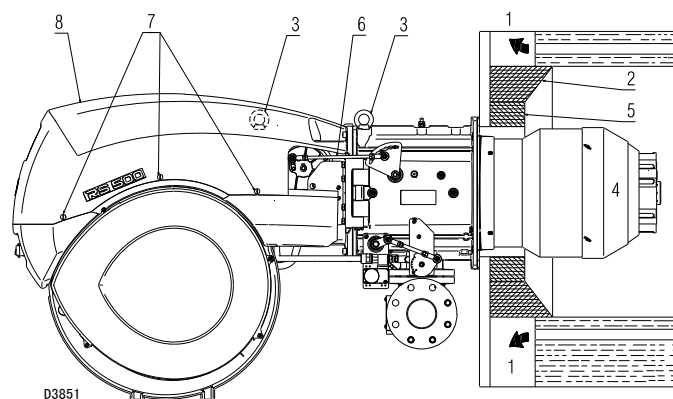

图 11
对于有前烟道或回焰式锅炉 1（图 11），用耐火材料制成的防护炉衬 5 必须插入锅炉炉衬 2 和火焰烟囱 4 之间。
对于有前水冷件的锅炉，则不必使用耐火炉衬 2-5（图 11），除非锅炉制造商明确要求这样做。
使用吊环 3（图 11）准备合适的起吊系统。
- 将随附的隔热件安装至排风管（4）（图 11）。
- 从燃烧头活动杆上脱开拉杆 6 (图 11)，卸下螺母。